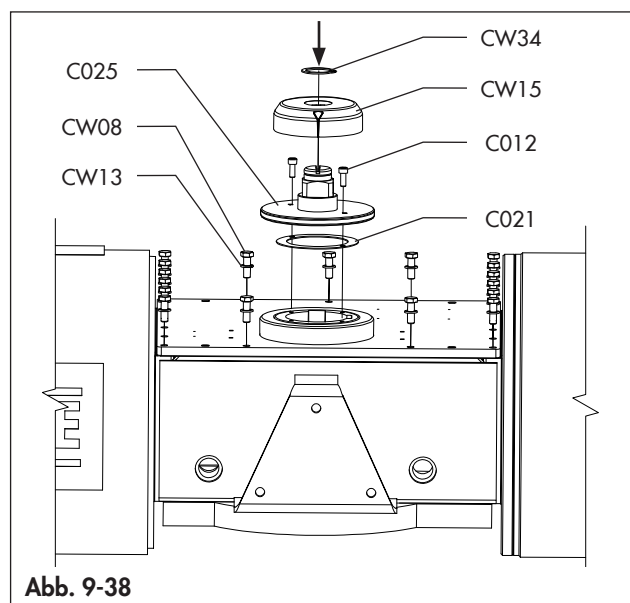

Abb. 9-38
- Tragen Sie Gewindekleber Loxal 83•03 oder ein gleichwertiges Mittel auf und ziehen Sie die Schrauben (CW08) zusammen mit den Unterlegscheiben (CW13) an. (Abb. 9-38)